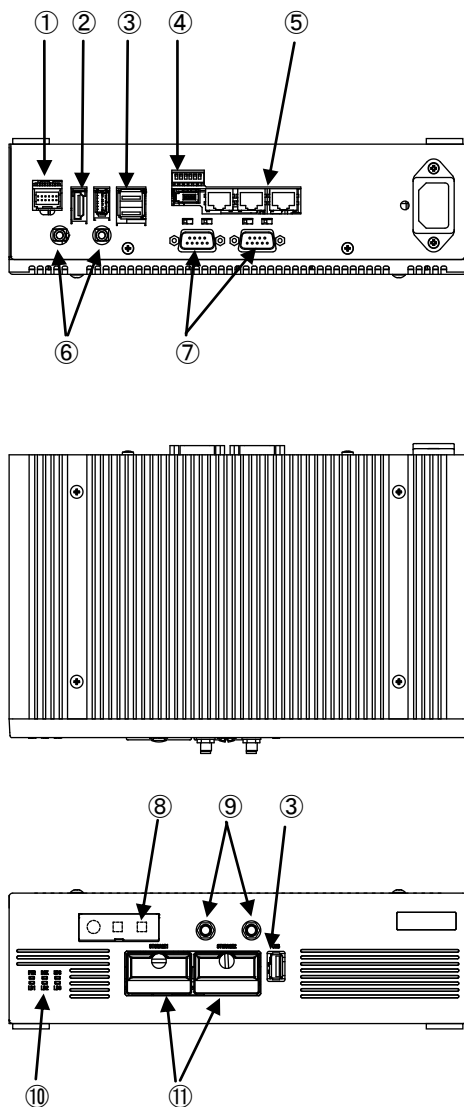

図 3-1-1. 外形図 (EC4A100AA)
EC4A シリーズの例として、EC4A100AA の外形図を図 3-1-1 に示します。各部名称を図 3-1-1 に示します。
COM1	SI01 (図 3-1-1 ⑧) アプリケーションでシリアル通信に使用できます。 シリアルポート設定スイッチと組込みシステム機能のシリアルコントロール機能を使用することで、RS-232C/422/485 を切替えることができます。
COM2	SI02 (図 3-1-1 ⑧) アプリケーションでシリアル通信に使用できます。 シリアルポート設定スイッチと組込みシステム機能のシリアルコントロール機能を使用することで、RS-232C/422/485 を切替えることができます。
ローカルエリア接続	LAN1 (図 3-1-1 ⑥): 1000BASE Ethernet
ローカルエリア接続 2	LAN2 (図 3-1-1 ⑥): 1000BASE Ethernet
ローカルエリア接続 3	LAN3 (図 3-1-1 ⑥): 1000BASE Ethernet